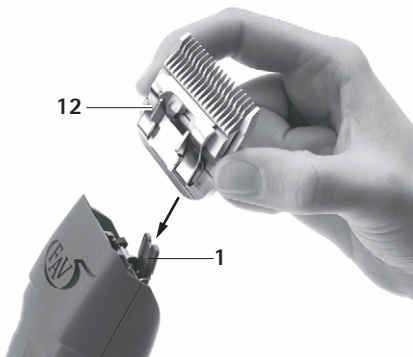

Fig. 2
- Sätt klipphuvudet 12 på det öppna knivlocket 1, se Fig. 2.